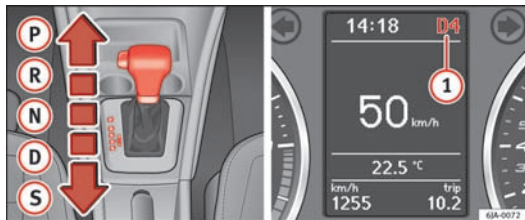

Fig. 106 Gearvælger/informationsdisplay: gearvælgerpositioner
Den aktuelle gearvælgerposition vises i kombiinstrumentets informationsdisplay ① ⇒ Fig. 106.
① – parkeringslås
- Flyt gearvælgeren fra position **D** ud til højre. Den aktuelle gearvælgerposition og det valgte gear vises i kombiinstrumentets informationsdisplay **(1)** ⇒ Fig. 106.